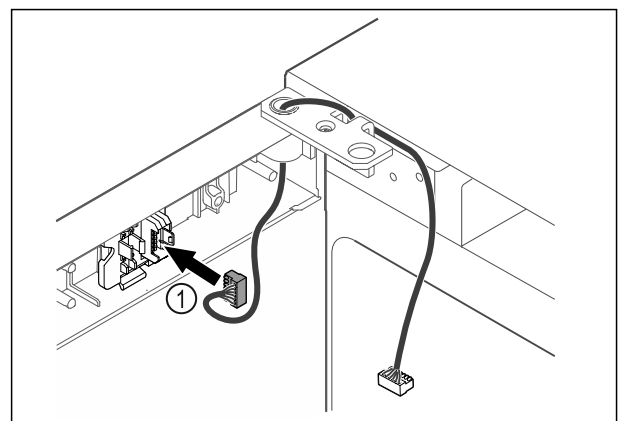

Fig. 64
- Stecker Fig. 64 (1) in Steckerhalterung einstecken.